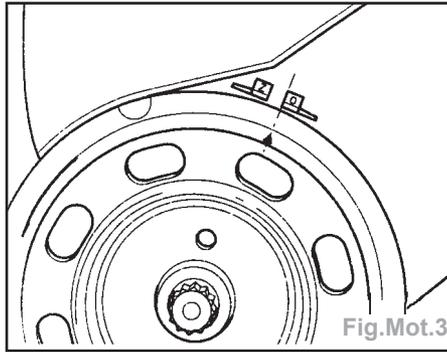

Fig.Mot.3
- Amener le vilebrequin au PMH du cylindre 1. L'encoche sur la poulie doit coïncider avec l'arête du repère O (Fig.Mot.3).